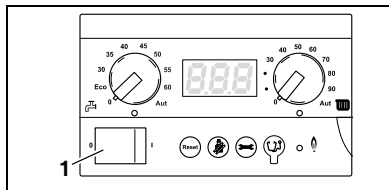

Bild 25 Grundkontroll BC10
- Stäng av värmeanläggningen på strömbrytaren på BC10 (bild 25, pos. 1).
- Stäng av värmeanläggningen på strömbrytaren på BC10 (→ bild 25).
- Låt strömbrytaren på BC10 (→ bild 25) stå i läget "1".